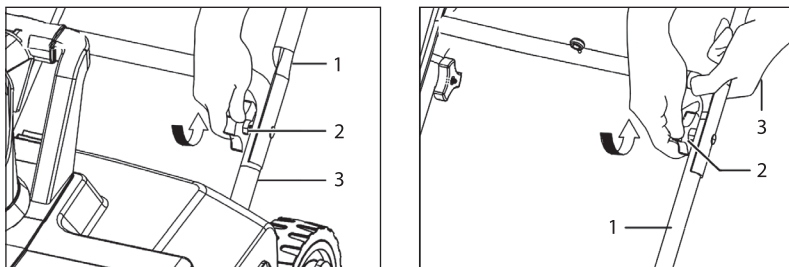

Рис. 1
1. Совместите отверстия средней стойки (1) с отверстиями на нижней стойке (2) и закрепите гайками (2) с двух сторон (рис. 1). Совместите отверстия средней стойки (1) с отверстиями на верхней рукоятке (3) и закрепите гайками (2) с двух сторон.